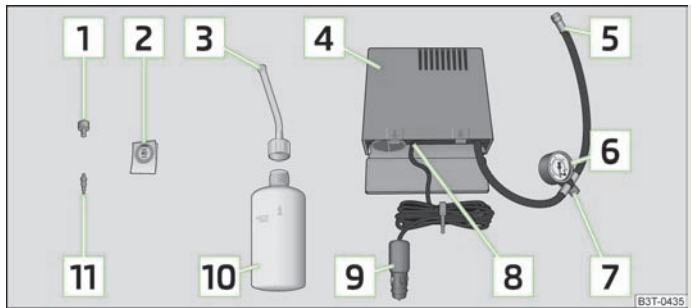

Abb. 180 Bestandteile des Pannensets
- Den Aufkleber » Abb. 180 auf die Schalttafel im Sichtfeld des Fahrers kleben.
- Die Reifenfüllflasche » Abb. 180 einige Male kräftig hin und her schütteln.
- › Den Reifenfüllschlauch [5] » Abb. 180 des Luftkompressors fest auf das Reifenventil schrauben.